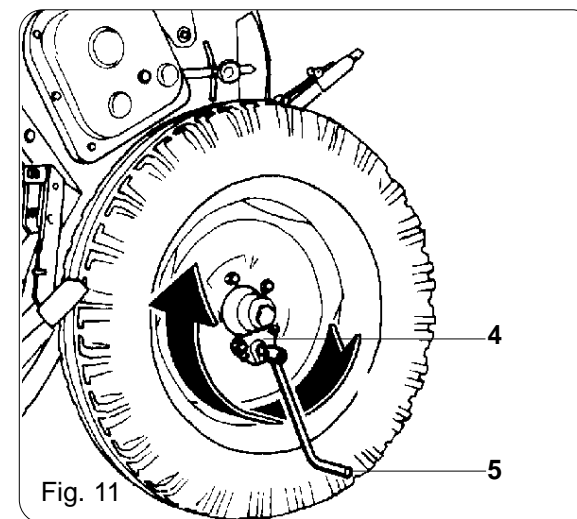

Fig. 11
TERZO: collocare la manovella (5) nel fermo esterno della ruota destra (4) e far girare la ruota alcune volte fino a che le sementi iniziano a cadere nella cassetta (fig. 11). Versare queste sementi nella tramoggia ed effettuare le rotazioni reali della prova in base alla tabella seguente:
THIRD: Fit the lever with pins (5) on the outside hubcap of the right wheel (4) and rotate the wheel a few times until the seed begins to flow into the box (Fig. 11). Replace the seed in the hopper and perform the trial run rotations as given in the table below: